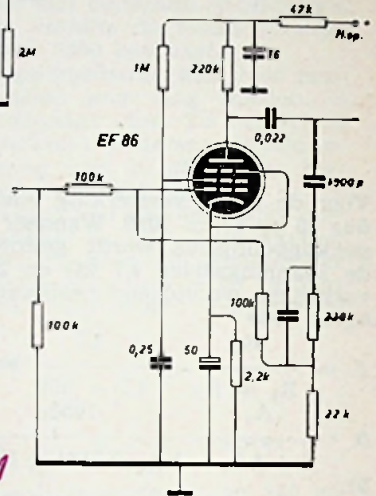

Fig. 6 - VOORVERSTERKERTRAP voor weergavecorrectie van magnetische pickup
- b) bij gebruik van een magnetische groeftaster late men de ingangskring voorafgaan door een ruisarme pentode met tegenkoppeling volgens fig. 3b. De tegenkoppelingweerstand wordt echter vervangen door een selectief netwerk voor correctie van de plaatkarakteristiek. In fig. 6 is dit voorgesteld voor de RIAA karakteristiek van moderne L.P.'s.